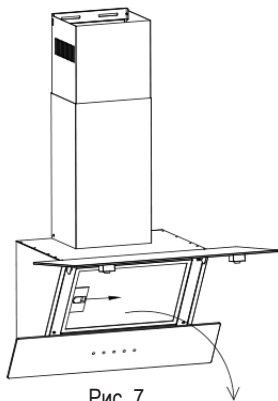

Рис. 7
2. Снять алюминиевый фильтр (Рис. 7).